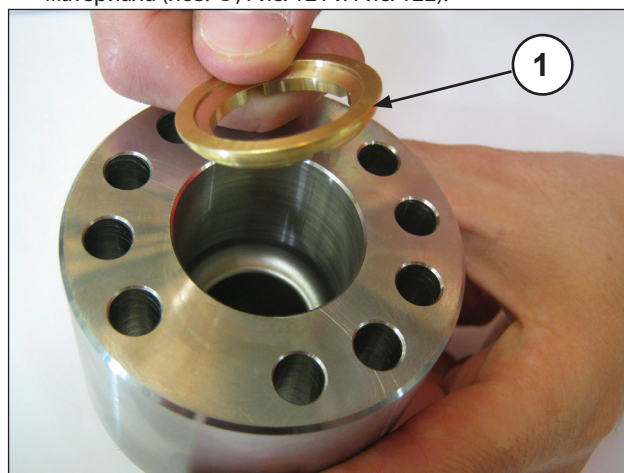
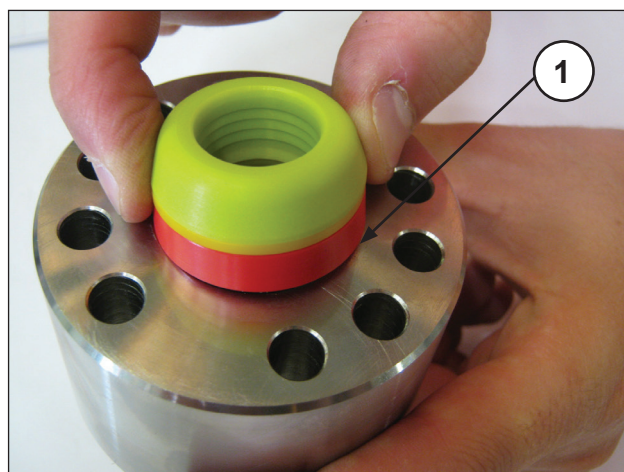
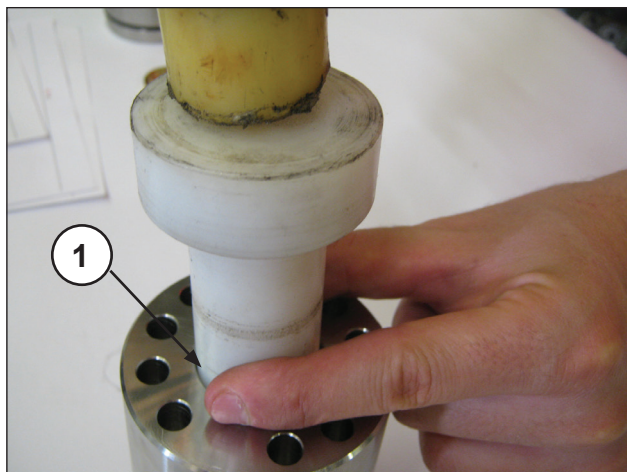

Рис. 120
Рис. 121
Рис. 122
- Вставьте в опору уплотнений ВД кольцо торца (поз. ①, Рис. 120), а затем пакет ВД (высокого давления); ввиду наличия легкого натяга между уплотнением и опорой уплотнений ВД, во избежание повреждений рекомендуется применять калибр из пластикового материала (поз. ①, Рис. 121 и Рис. 122).
Уплотнение ВД должно вводиться в опору, как показано на Рис. 121 и Рис. 123.